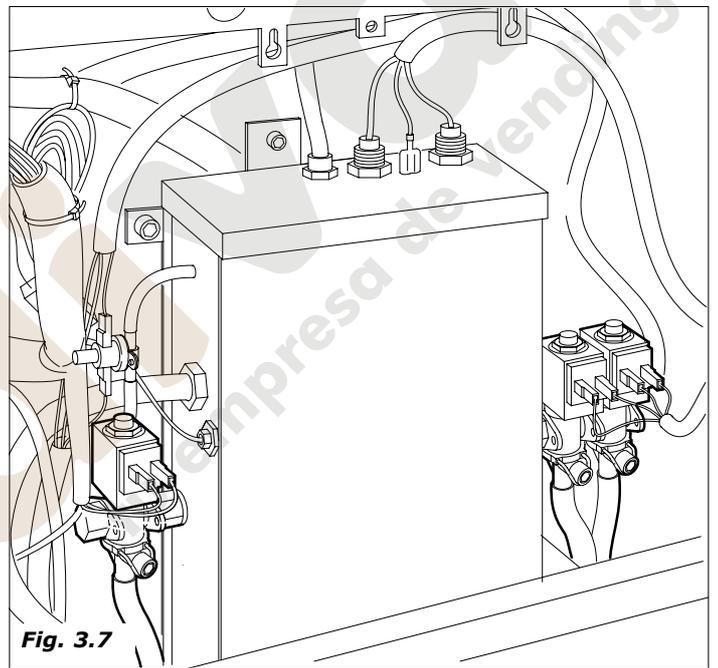
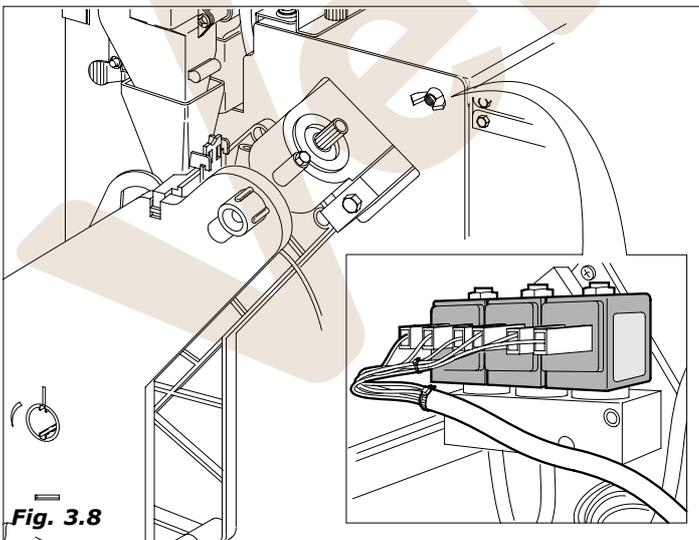

Fig. 3.7
Fig. 3.8
- La electroválvula fijada en la caldera de solubles (*Fig.3.7*) o en la caldera de café (*Fig.3.8*) es activada para introducir la cantidad de agua programada en la licuadora.